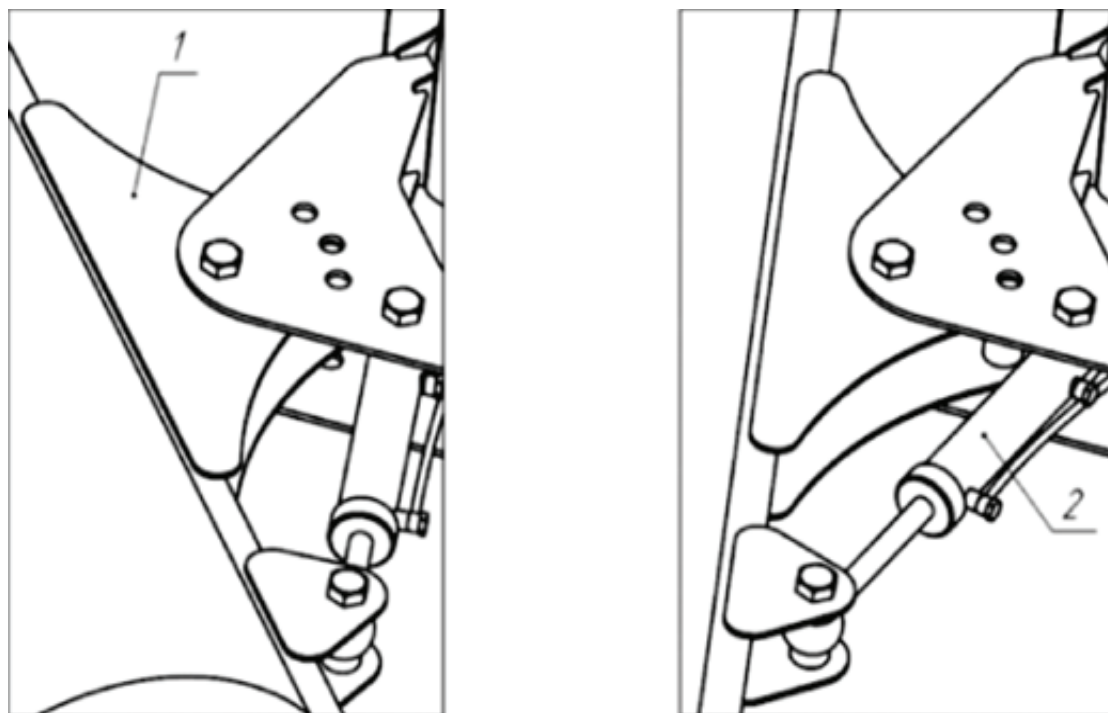

Рисунок 8 – Дистанционная регулировка угла поворота щетки
- Установите необходимый угол поворота корпуса, подметающего катка поз. 1 (Рис.8), плавно подав давление в гидроцилиндр поз. 2, используя органы управления потоком рабочей жидкости в дополнительной линии.